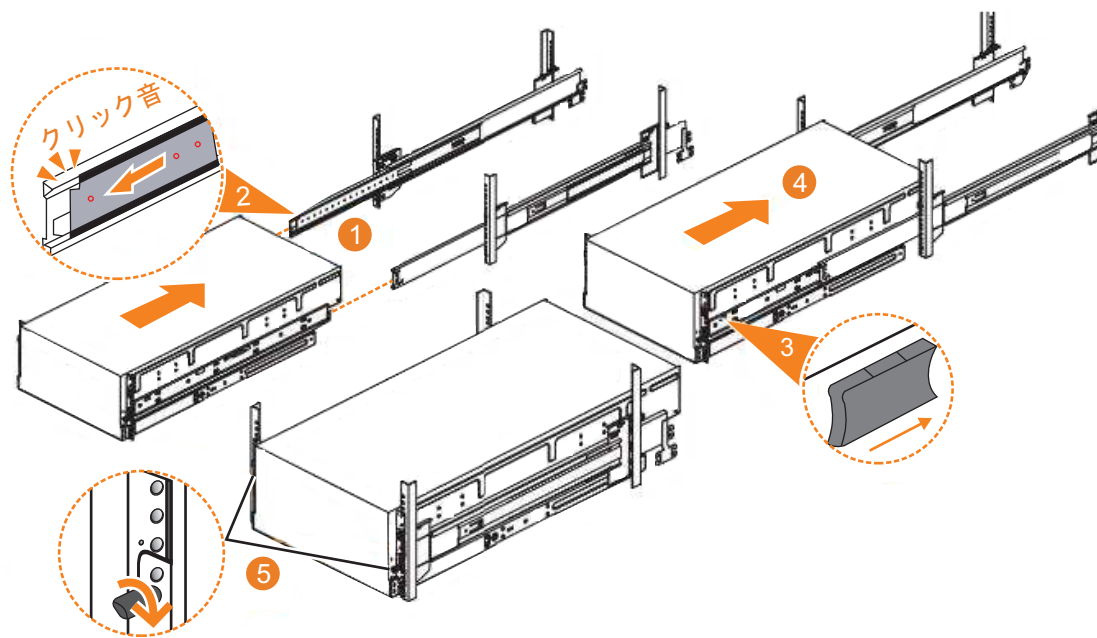

図 43. ラックへの 2076-92F エンクロージャーの再取り付け
1. 左右のドロワー・セクションをラックから完全に伸ばして、伸びた位置 (59 ページの図 43の **1**) にレールをロックします。
2. ボール・ベアリング・リテーナーが左右のドロワー・セクション (図 43 の **2**) の前面内でカチッと音がして定位置に収まったことを確認します。
6. エンクロージャーの前面付近にある左右の青色の解放タブの位置を確認します。両方の解放タブを前方へ押して、ドロワー機構のロックを解除します (図 43 の **3**)。)
7. エンクロージャーをしっかりとラック内に押し込みます (59 ページの図 43 の **4**)。
8. ロックつまみねじ (59 ページの図 43 の **5**) を締めて、エンクロージャーをラックに固定します。